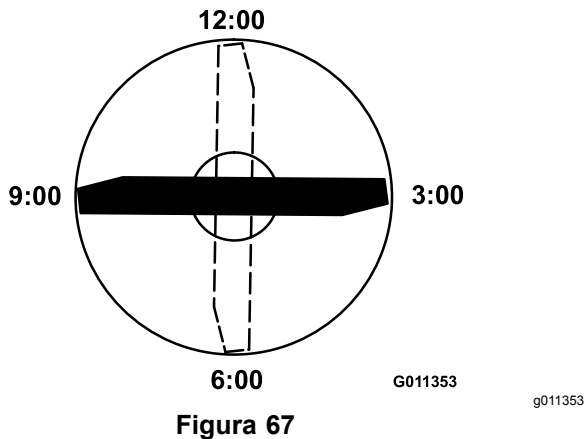

Figura 67
3. Coloque el filo de corte del extremo marcado de la cuchilla en la posición de las 12 (hacia adelante, en el sentido de la siega) y mida la altura desde la mesa hasta el filo de corte de la cuchilla (Figura 67).
4. Gire el extremo marcado de la cuchilla a las posiciones de las 3 y de las 9 y mida las alturas (Figura 67).